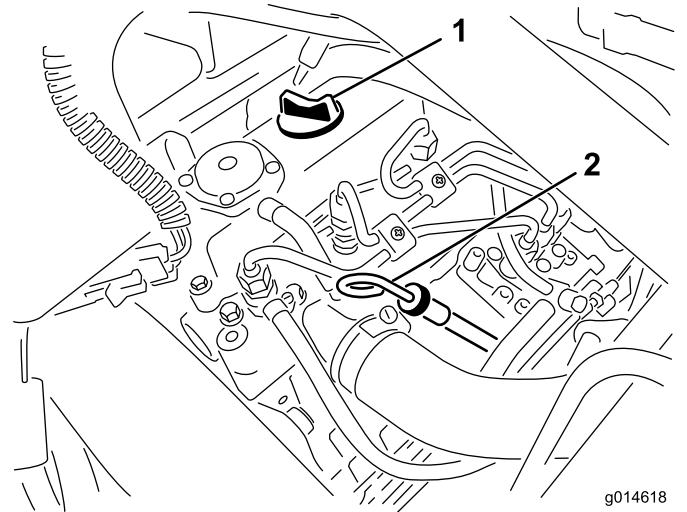

Figura 28
2. Retire la varilla y límpiela con un paño limpio (Figura 28). Introduzca la varilla en el tubo asegurándose de que entre a fondo. Retire la varilla del tubo y verifique el nivel de aceite. Si el nivel de aceite es bajo, retire el tapón de llenado de la cubierta de la válvula y añada **lentamente** suficiente aceite para elevar el nivel a la marca "Full" (lleno) de la varilla. Añada